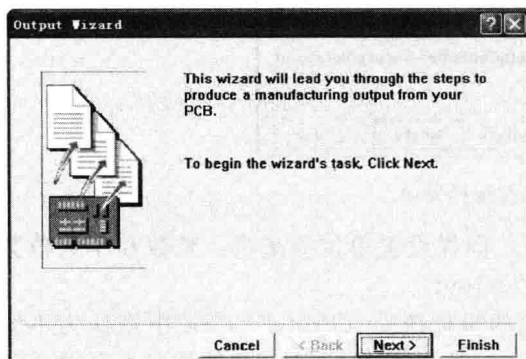

图 1-1 生成加工文件
① 在 DDB 工程中，选中需要加工的 PCB 文件，在文件 (File) 菜单中选择 CAM 管理器 (CAMManager)，弹出如图 1-1 所示对话框。